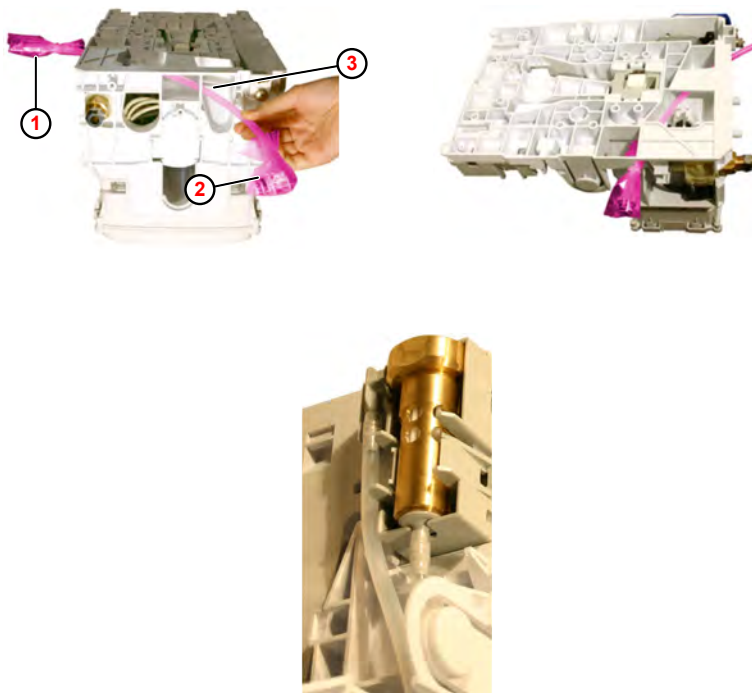

Fig. 24: Montaggio alimentazione acqua
1. ➤ Inserire il tubo dell'acqua (Fig. 24 , ①) dal basso attraverso l'apertura ③ nella parete posteriore dell'alloggiamento.
4. ➤ Togliere la confezione di protezione di entrambi i nippli di collegamento ② .